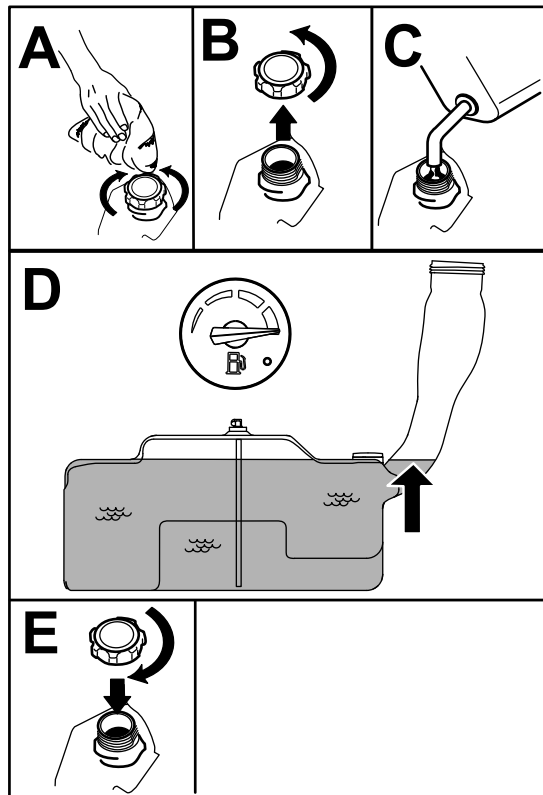

Figura 7
5. Riempite il serbatoio del carburante fino a quando il livello del carburante non arriva al segno di pieno (Figura 7). Non riempite completamente il serbatoio.